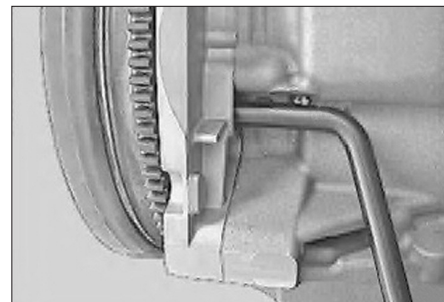

Fig. 54
- Tourner le moteur au PMH du premier cylindre, puis piger le vilebrequin (Fig.54).